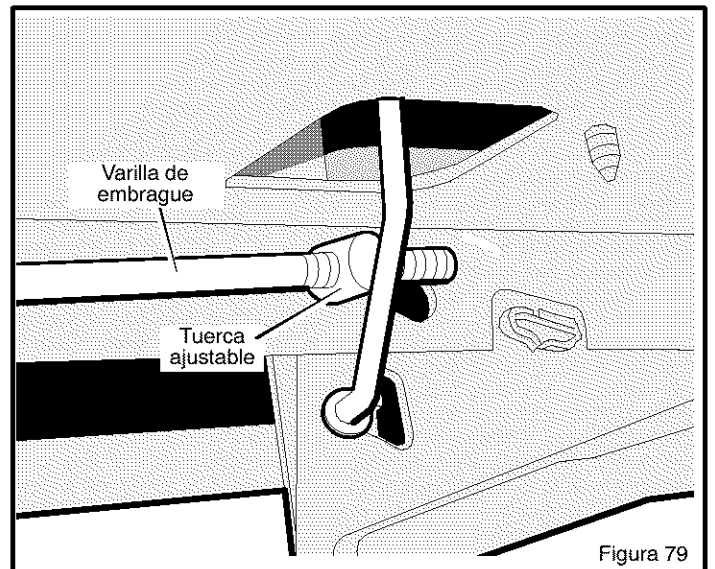

Figura 79
1. Retire la chaveta y la arandela de la **tuerca ajustable** (Figura 79).